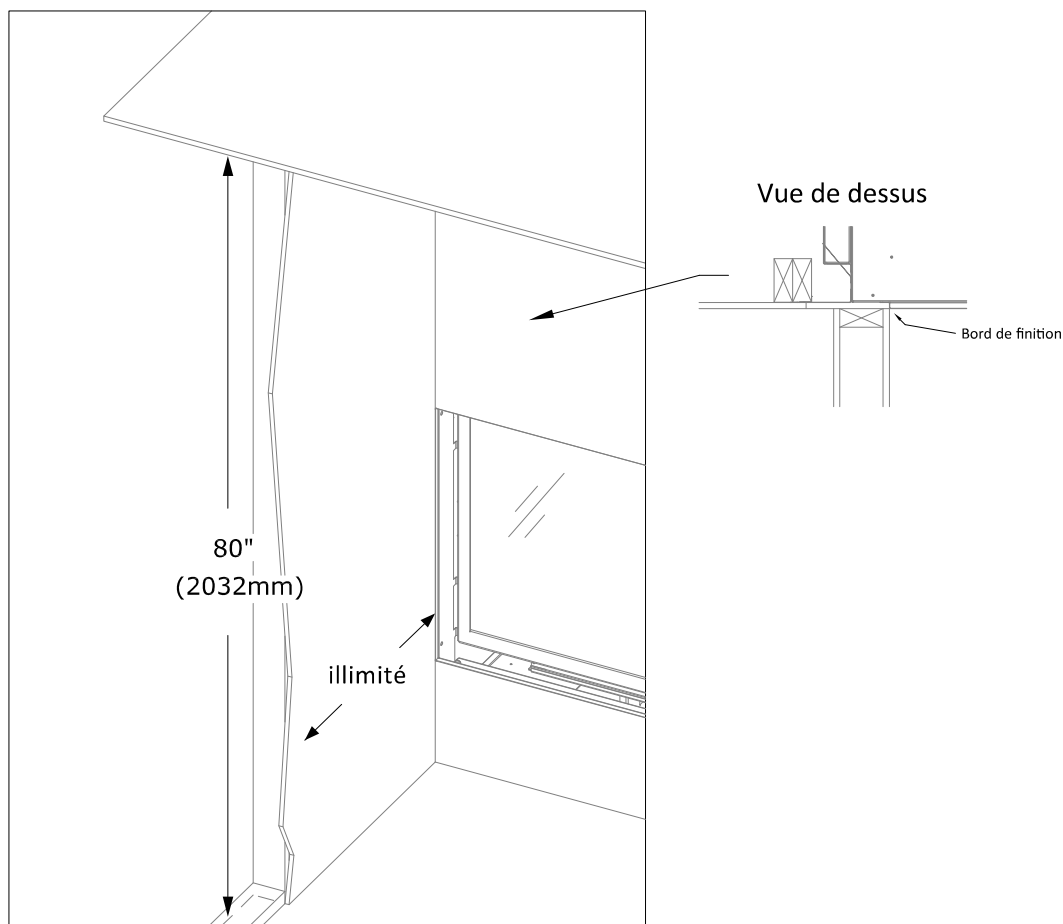

Figure 5.5 - Projection d'un mur latéral combustible
- Montants (piédroits) du manteau : Voir la FIGURE 5.5 et le paragraphe ci-dessous «Dégagements aux murs latéraux combustibles».
- Dégagements aux murs latéraux combustibles : la saillie de la paroi latérale adjacente est illimitée et peut affleurer le côté du foyer. Voir FIGURE 5.5.
La Figure 5.5 montre un mur latéral combustible situé à 0 po (0 mm) du bord de finition latéral du foyer. La longueur de projection permise du mur latérale est illimitée. Si vous utilisez le contour rectangulaire NK60TL-RS en option (Section 5.2), prévoyez le dégagement nécessaire au mur latéral adjacent .